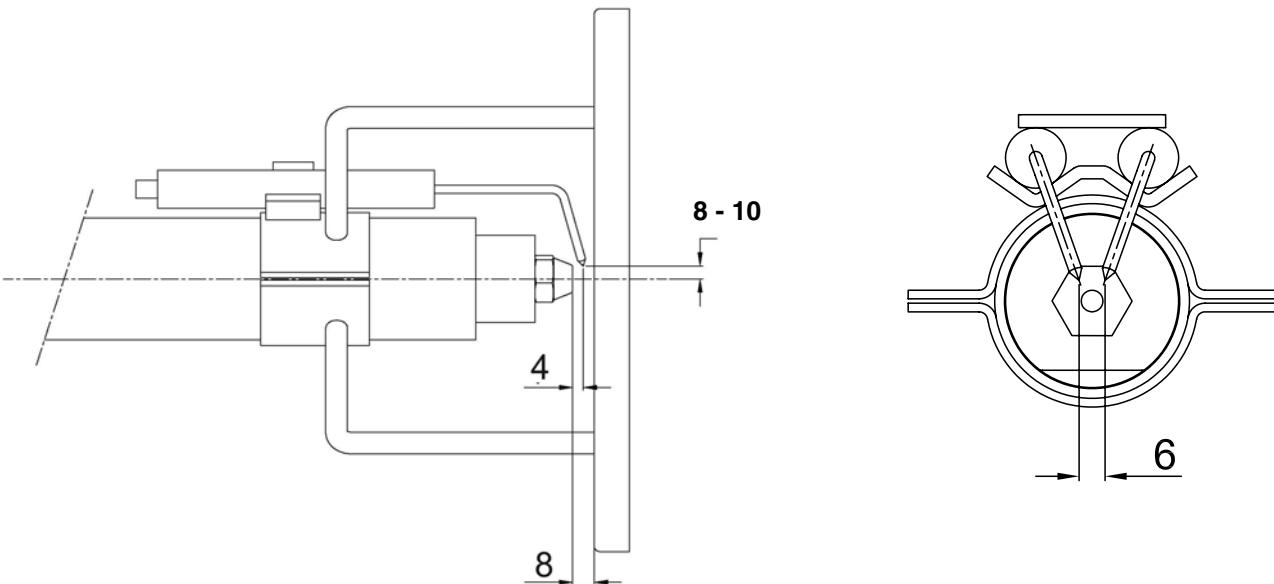
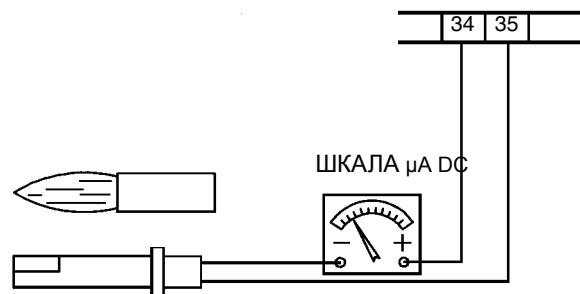

Рис. 24
Рис. 25
- Проверить запальные электроды и соответствующие керамические изоляторы, почистить, при необходимости подрегулировать или же заменить их Рис. 24-Рис. 25;
В целях обеспечения хорошего процесса горения, необходимо, чтобы были выдержаны размеры, указанные в Рис. 25. Перед тем, как вновь устанавливать головку сгорания на место, необходимо убедиться в том, что стопорный винт группы электродов хорошо затянут.
- 5) вынуть электрод и заменить его, выдерживая размеры, указанные на Рис. 25-Рис. 25.